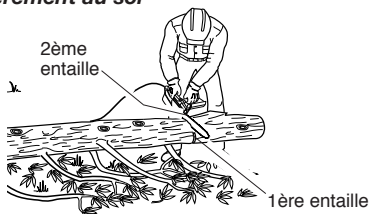

Figure 11 - Tronçonnage d'une bille soutenue à une extrémité
1. Faire la première entaille sur le dessous de la bille. (Voir la Figure 11.) Pour ce faire, utiliser le haut de la guide-chaîne. Scier sur le tiers du diamètre de la bille. Cette entaille permet d'éviter la production d'éclats de bois.